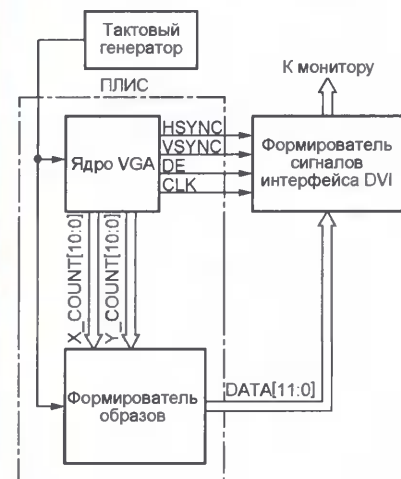

Рис. 1
Из узлов, входящих в структурную схему видеoadaptera, изображенную на рис. 1, наиболее подходят для реализации на ПЛИС ядро VGA и формирователь образов. Первое формирует из импульсов тактового генератора импульсы синхронизации формирователя интерфейсных сигналов (CLK), горизонтальной (HSYNC) и вертикальной (VSYNC) синхронизации развертки монитора, сигнал наличия информации (DE) для формирования гасящих импульсов. Оно же непрерывно передает формирователю образов текущие координаты луча: X_COUNT по горизонтали и Y_COUNT по вертикали. В табл. 1 приведен текст модуля video_core, в котором на языке описания аппаратных средств SystemVerilog [1] реализованы функции, выполняемые ядром.